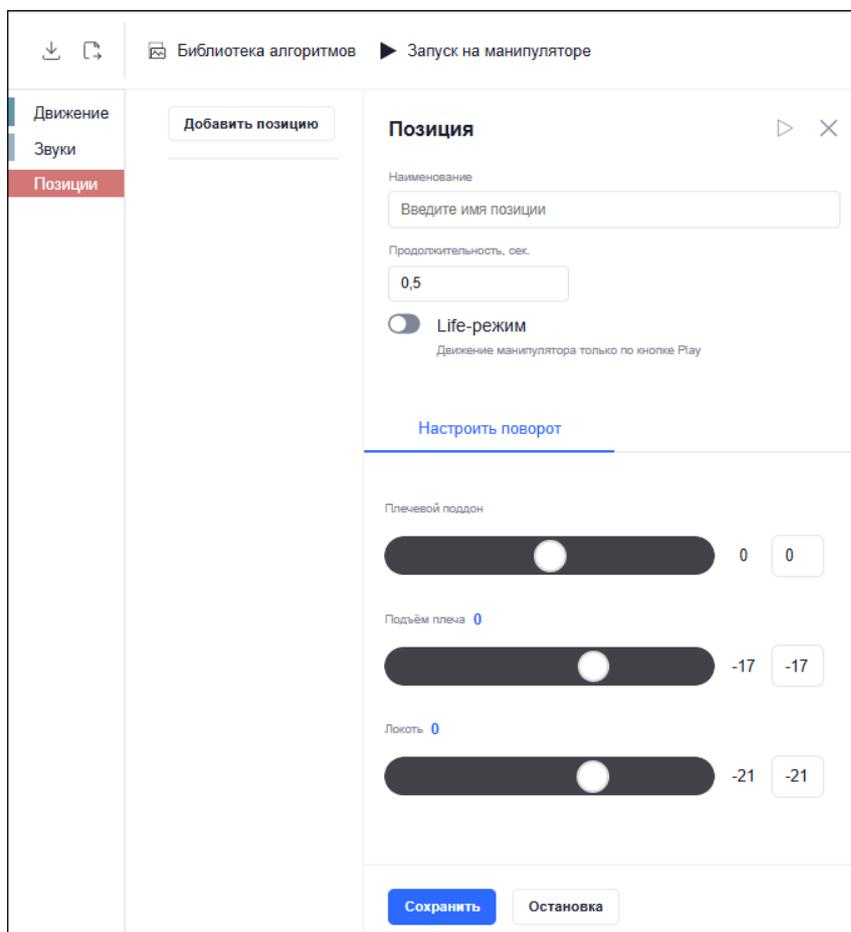

Рисунок 38 – Раздел «Позиции»
- Раздел «Позиции» содержит кнопку «Добавить позицию», при нажатии на которую открывается форма для создания позиции манипулятора. Форма содержит (Рисунок 38):